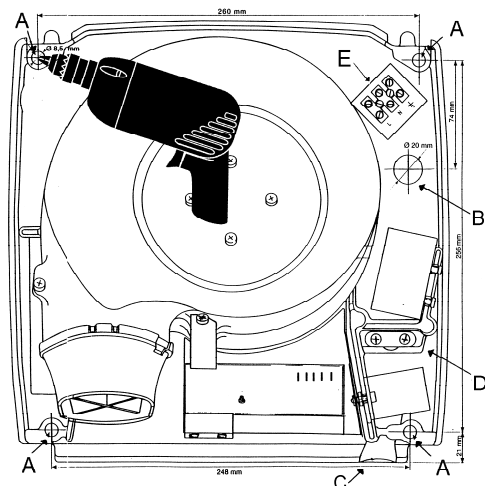

Fig. 1
- ❶ Befestigung der Bohrschablone (Fig. 1) in Waage an der Wand mit Selbstklebeband.
- ❷ Zeichnung durchbohren im Zentrum der Markierungen "A" (4 Löcher). Bohrlochgröße passend für Dübel für 8 mm Schrauben.
- ❸ Dübel in Bohrlöcher versenken und die Montageplatte mittels 8 mm Schrauben gut befestigen.
- ❷ Zeichnung durchbohren im Zentrum der Markierungen "A" (4 Löcher).
- ❸ Die Montageplatte mittels 8 mm Schrauben an der relevanten Fläche gut befestigen. Für Gipswände entsprechende Dübel verwenden.
- ❶ Bei direktem Elektroanschluss mit Unterputzkabel oder Kabeldose direkt hinter der Geräte-Montageplatte erfolgt Kabelführung durch das Loch "B" (Fig. 1) in der Montageplatte mit Anschluss an der Anschlussklemme "E". Anschluss mit 3 Adern mit Querschnitt von min. 1,5 mm² pro Leitung, empfohlene Länge 150 mm (7 mm abisoliert).
- ❷ Wenn der Anschluss wie unter Pkt. ❶ beschrieben nicht möglich ist: Bei der festen Installation vom Unterbrecherkontakt im Wandbereich das lockere isolierte Kabel durch das Loch "C" im Boden der Montageplatte führen. Das isolierte Kabel weiterführen durch den Entlastungsbügel "D", der danach wieder fest anzuschrauben ist, und an der Klemme "E" anschließen. Anwendung von max. 1,5 m langen, 3-adrigen Kabeln mit Erdleitung, Querschnitt pro Leitung min. 1,5 mm². Vor Befestigung des Gehäuses an der Montageplatte ist die kleine Aussparung im Boden des Gehäuses mit einer Zange und einer Feile zu entfernen, damit das kleine Loch von allen Gerten und scharfen Kanten frei ist.